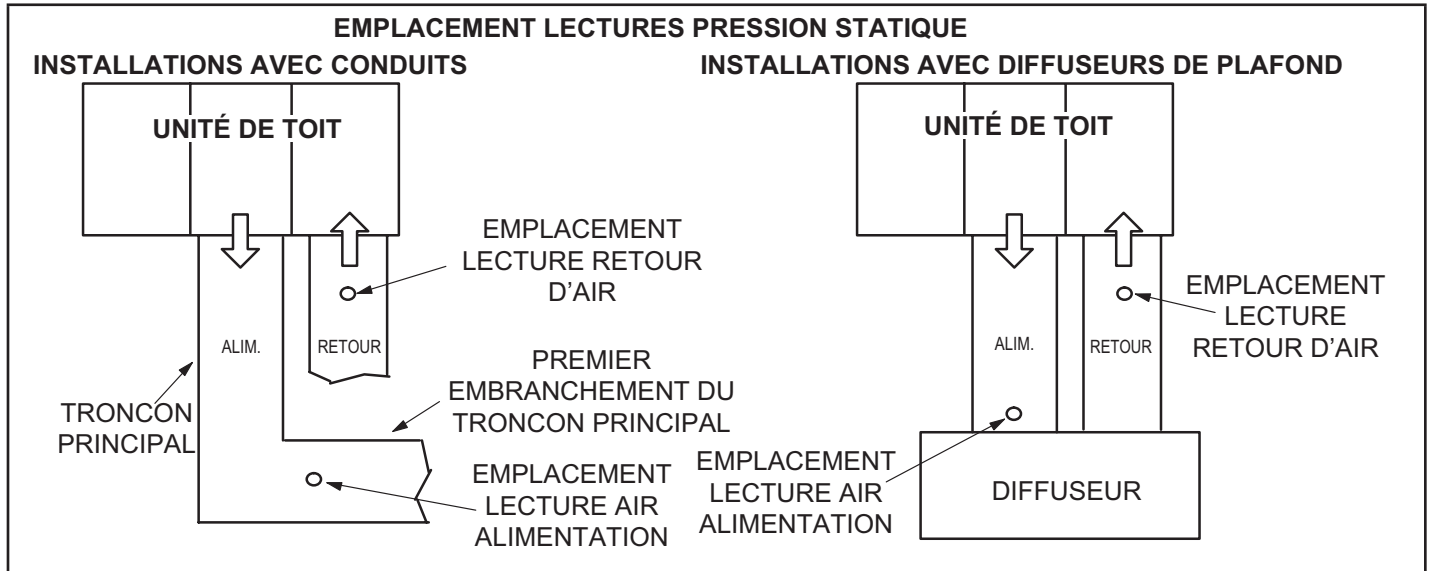

FIGURE 17
**IMPORTANT** - Les unités MSAV sont réglées en usine pour faire fonctionner le ventilateur à pleine vitesse lorsqu'il y a une demande de ventilation (G) sans demande de chauffage ou de climatisation. Se référer aux débits nominaux déterminés sur place pour tous les modes de fonctionnement. Utiliser la procédure suivante pour régler la poulie du moteur afin d'obtenir le débit de conception maximum. Voir la section Mise en service de l'onduleur pour régler les débits du ventilateur pour tous les modes une fois que la poulie du moteur a été réglée.
- 2 - Avec tous les panneaux d'accès en place, mesurer la pression statique à l'extérieur de l'unité (depuis l'alimentation jusqu'au retour). Les données de rendement du ventilateur sont basées sur les mesures de pression statique réalisées aux endroits indiqués à la FIGURE 17.